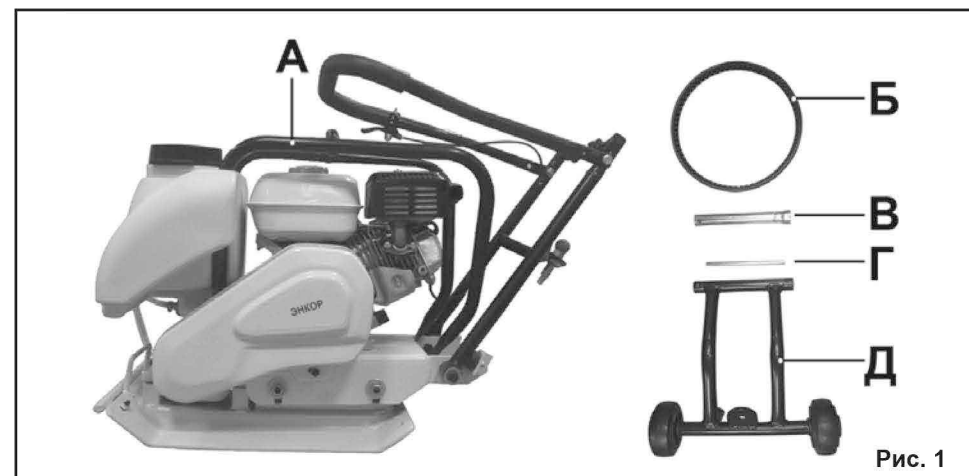

Рис. 1
3.1. Комплектность виброплиты представлена на Рис. 1.